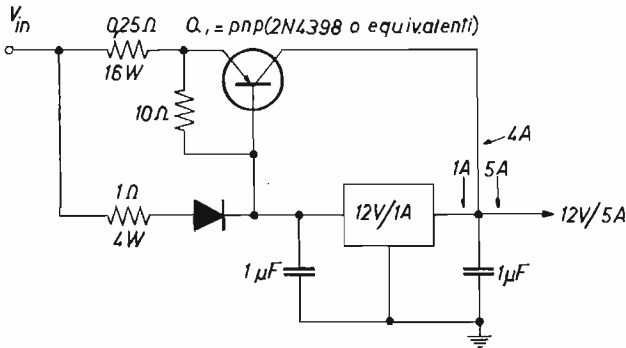

figura 4
Ammettiamo di avere un regolatore da 12 V/1 A, mentre a noi interessa 12 V ma 5 A. Si può usare un transistor di potenza esterno, Q_1 in figura 4. Per far passare 4 A in Q_1 e 1 A nel regolatore, si mettono all'ingresso due resistenze i cui valori sono inversamente proporzionali alle due correnti (nel caso di figura 4, 1 Ω e 0,25 Ω). In questo modo anche il transistor di potenza può « usufruire » dei dispositivi di protezione del regolatore. Per usufruire anche della protezione in caso di surriscaldamento, il dissipatore di Q_1 deve avere una capacità quattro volte superiore al dissipatore del regolatore (2) (4) (5).
Da ciò deriva che il resistore fisso deve avere un valore di tanti kilohm quanti sono i volt al di sopra della tensione di controllo di 5 V. Esempio, per 12 V abbiamo 7.000 Ω , per 15 V, 10.000 Ω , ecc. E' sempre consigliabile la tecnica del « single point ground » (messa a terra in un solo punto), come indicato in figura 4: si migliora la stabilizzazione e la regolazione di tensione.